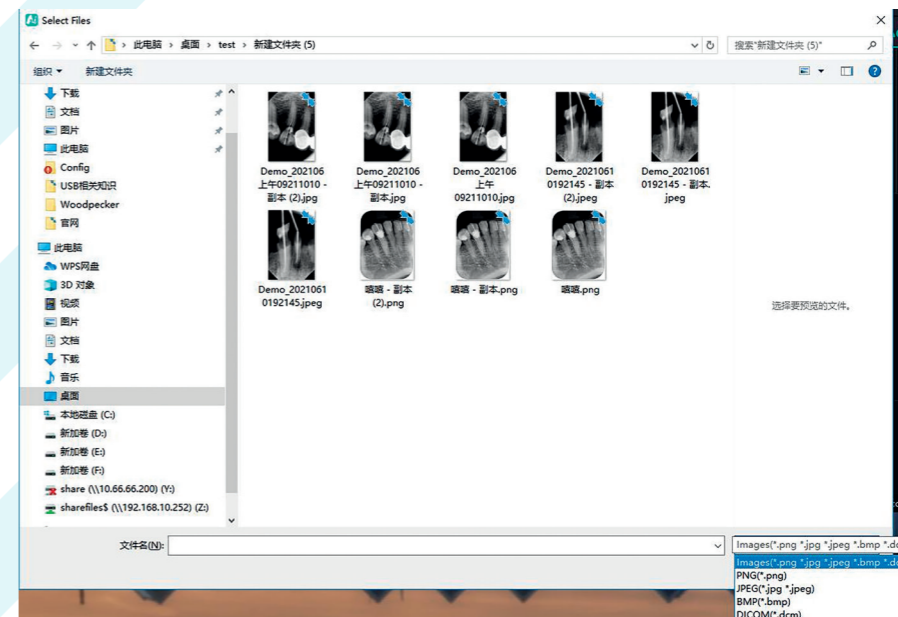
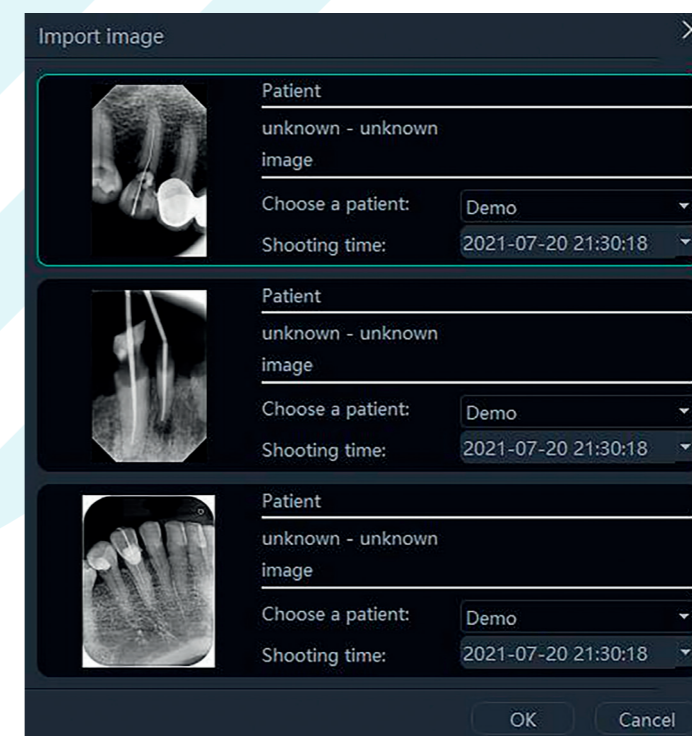

Figura 25
Figura 26
2. Importação de ficheiros. Depois de entrar no software, clique no botão «Acquisition» (Aquisição). Selecione o tipo de dispositivo «File Import» (Importação de ficheiro) e clique em «Import» (Importar) para aceder à interface de seleção de imagens. O software suporta a importação de imagens nos formatos PNG, JPG, JPEG, BMP, DCM e outros, conforme mostrado na Figura 25. Após selecionar a imagem, clique em «OK» para aceder à interface «Import image» (Importar imagem), conforme mostrado na Figura 26. Pode seleccionar o paciente-alvo e o tempo de captura para cada imagem e clicar em «OK» para guardar a imagem no paciente especificado.